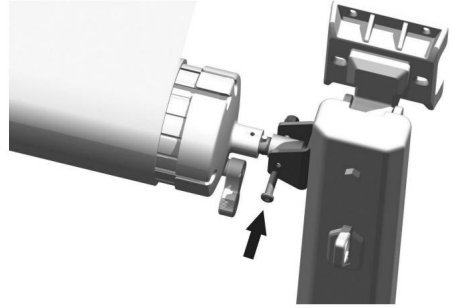

Abbildung C16
3.6 Wickeln Sie den Stoff in der gleichen Richtung auf die Rolle und lassen Sie einen Kreis frei und fädeln Sie den Stoff in die Stoffschiene des Fahrzeugs ein (Abbildung C15), befestigen Sie die Wellenloch am Ende der Rolle zur oberen Halterung der Stützstange (Abbildung C16).